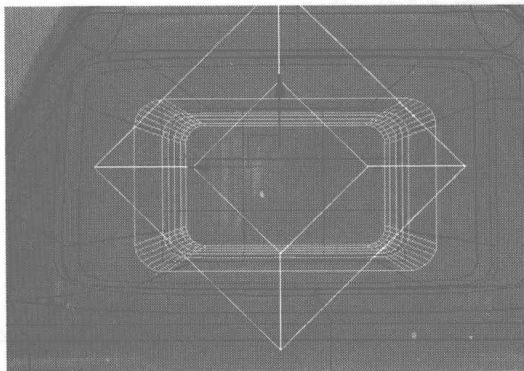

图 6.214
- 01 在 Create 控制面板中单击 **Tube** 按钮，在 Back 视图中建立一个如图 6.214 所示的物体，并将该物体转换为可编辑的多边形。